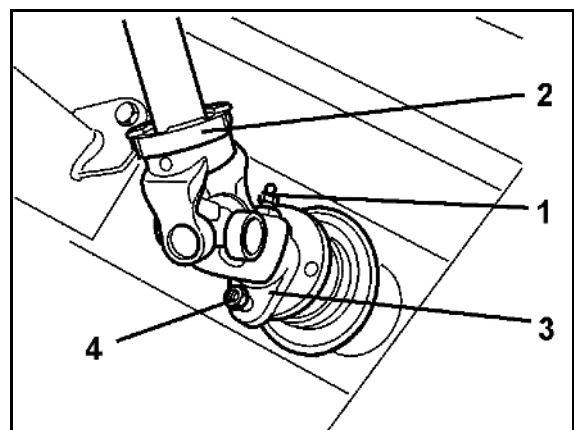

Fig. 54
6. Schmiernippel (Fig. 54/1) lösen und Gelenkwelle (Fig. 54/2) aufstecken.
7. Anschlussgabel (Fig. 54/3) mit Abscherschraube (Fig. 54/4) befestigen.
8. Schmiernippel (Fig. 54/1) eindrehen.